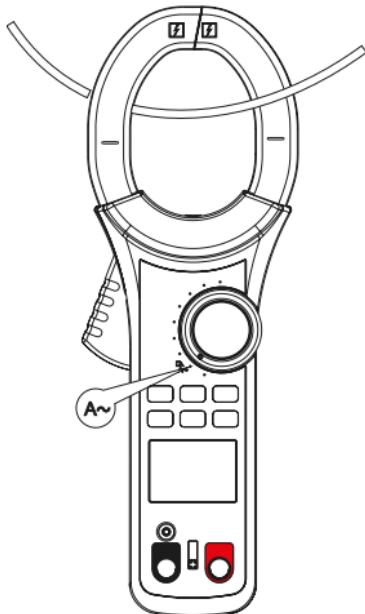

Рис. 12 Измерение переменного тока
### 7.10 Измерение переменного тока (рис.12)
- Убедитесь, что измеряемый проводник находится по центру (рис. 12), в противном случае может возникнуть дополнительная погрешность ±1,0%.